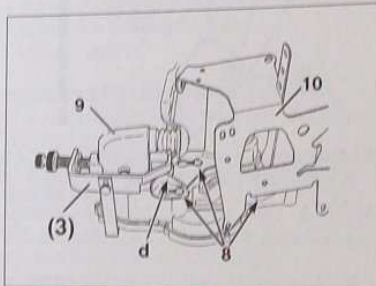

FIG.10
- Presser les 3 vis (8) en laissant un jeu de 3 mm entre la tête de la vis et l'actionneur (Fig.10).